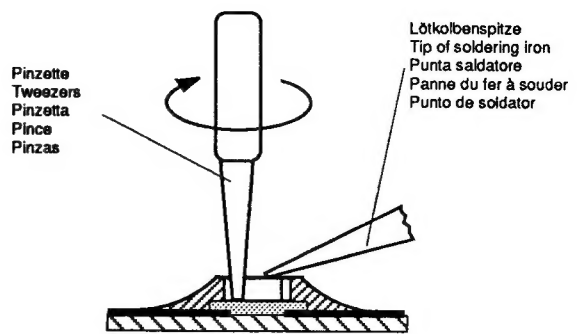

Fig. 2
2. Schritt: CHIP-Enden, bzw. das komplette CHIP-Bauteil erwärmen. CHIP von der Klebung ohne Kraftaufwand abdrehen, damit unter dem CHIP liegende Leiterbahnen nicht abgerissen werden (Fig. 2).
2. step: Warm up the ends of the CHIP or the whole CHIP component and remove the CHIP from the adhesive by turning it without application of force so that the tracks beneath the CHIP do not break (Fig. 2).
2. Chauffer légèrement les contacts externes du composant CMS ou le composant lui-même. Retirer ce dernier avec précaution en le tournant afin d'éviter un arrachement des circuits imprimés situés sous le composant (Fig. 2).